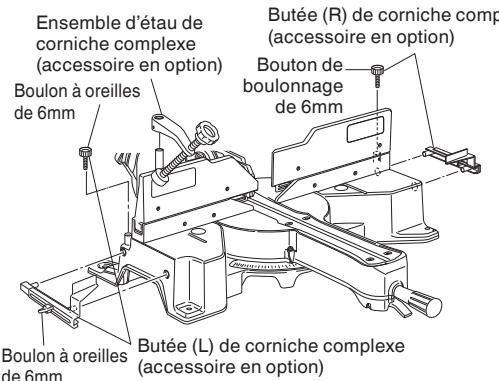

Fig. 45-a
(1) Les butées (L) et (R) de corniche complexe (accessoire en option) permettent des coupes plus faciles de corniches complexes sans inclinaison de la lame de scie. Les installer sur la base, de chaque côté, comme le montre la Fig. 45-a. Après les avoir introduits, serrer les boutons de boulonnage de 6mm sur les butées de corniche complexe.